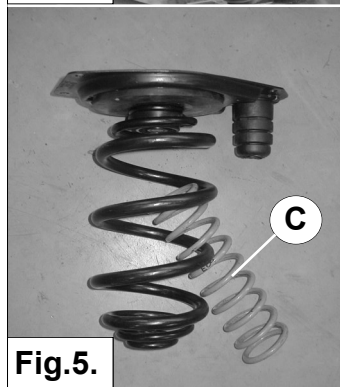

Fig.5.
6. Vissez le ressort auxiliaire C dans le ressort principal. Voir fig. 5 et 6.
6. Placera hjälpfjädern C inuti huvudfjädern. Se fig. 5 & 6